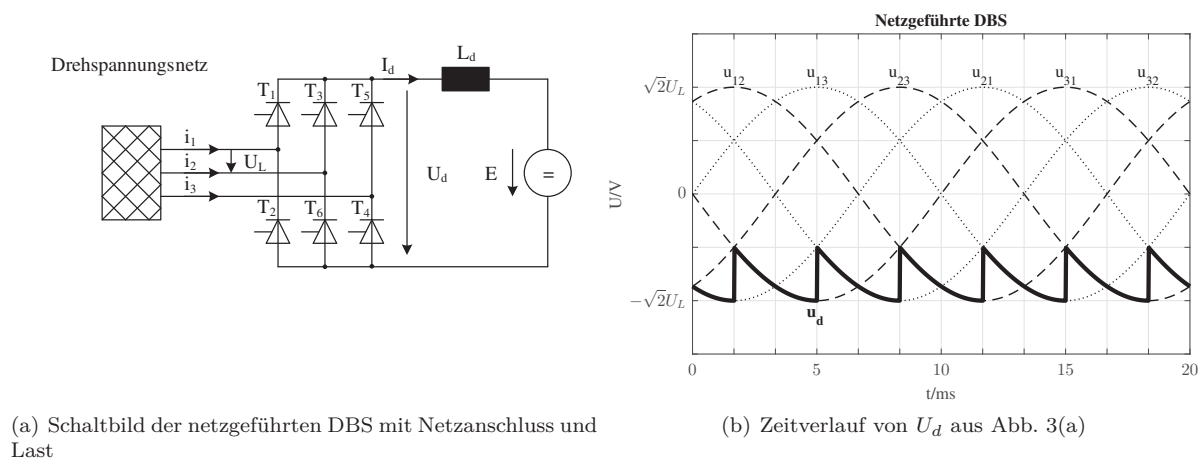

Abbildung 3: Netzgeführte Drehstrombrückenschaltung
- Ermitteln Sie den Wert des Zündwinkels aus Abb. 3(b).